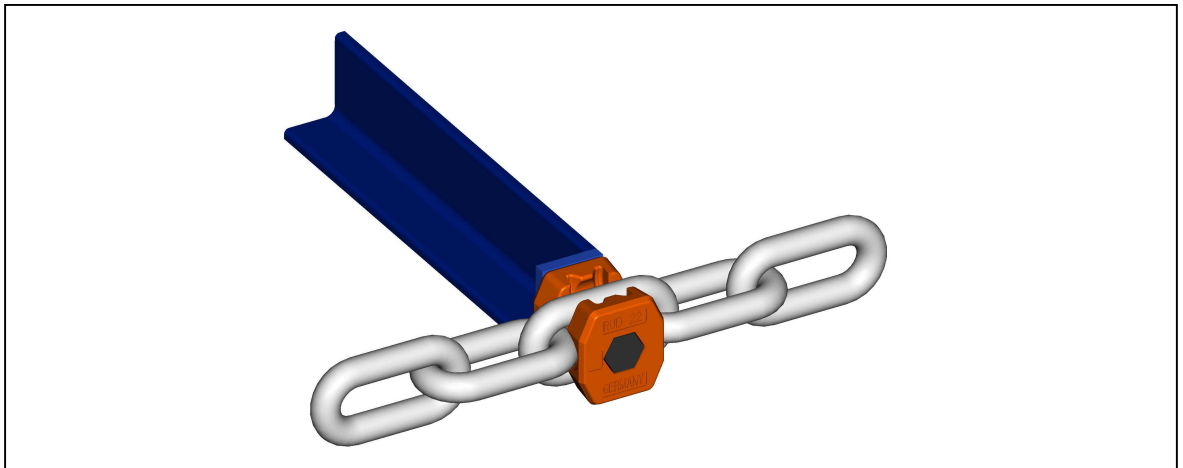

Bild 2
2. Flanschmitnehmerhälften und Einlagestück über das Kettenglied mit Verschraubung und Kratzer bzw. Quersteg verbinden (Bild 2+3).